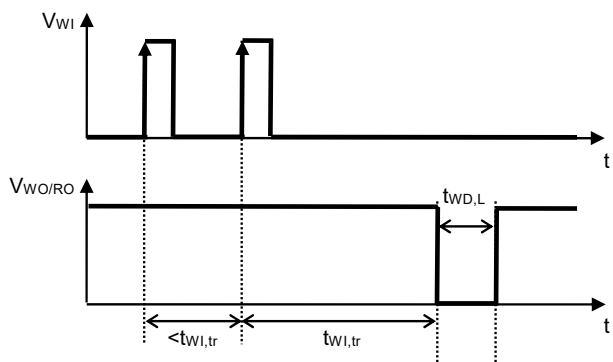

图7 看门狗触发时间
- *1. 看门狗定时器进行超时检测后，WO / RO端子保持 "L" 的时间 (参阅图7)。此值可以通过 C_{DLY} 的电容值进行更改。
*2. 从看门狗定时器开始进行触发信号检测后，到检测出超时，并且WO / RO端子输出变化为 "L" 为止的时间 (参阅图7)。此值可以通过 C_{DLY} 的电容值进行更改。